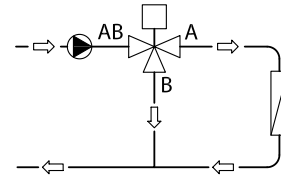

Abb. 4 Verteilventil
Das 3-Wege-Ventil kann auch als Verteilventil im Vorlauf eingebaut werden (Abb. 4). In diesem Fall besitzt es einen Eingang (AB) und zwei Ausgänge (A und B).